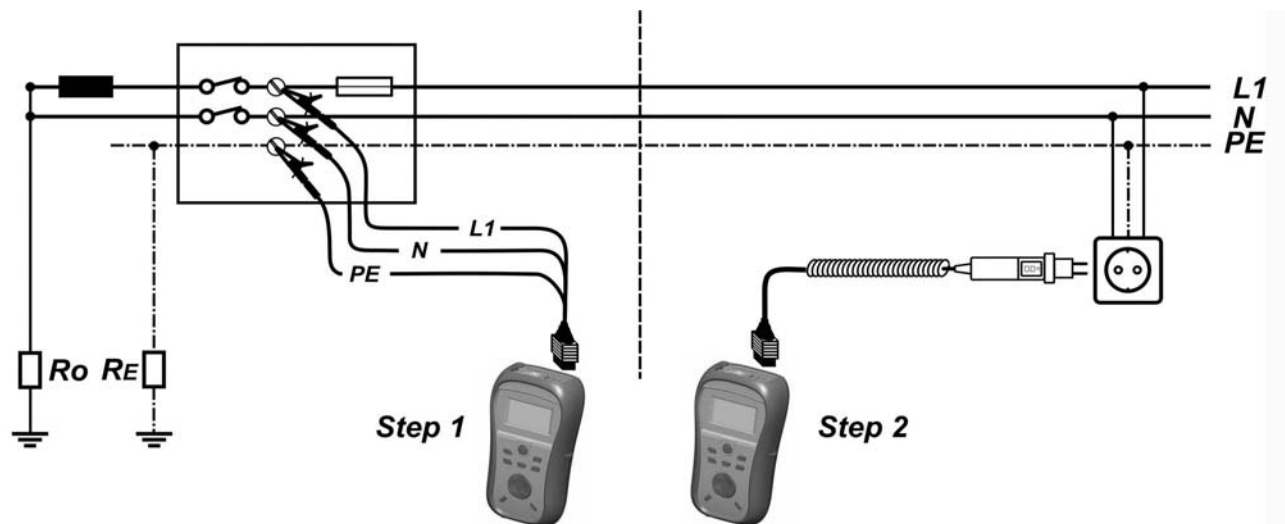

Bild 5.30: Spannungsabfallmessung Phase-Nullleiter oder Phase-Phase – Anschluss des Plug Commanders (Netzsteckeradapter) und des Universalprüfkabels
- **Schließen** Sie die Prüfleitungen an der Referenzstelle **an** (siehe *Bild 5.30*).
- **Schließen** Sie die Prüfleitungen am Prüfling **an** (siehe *Bild 5.30*).